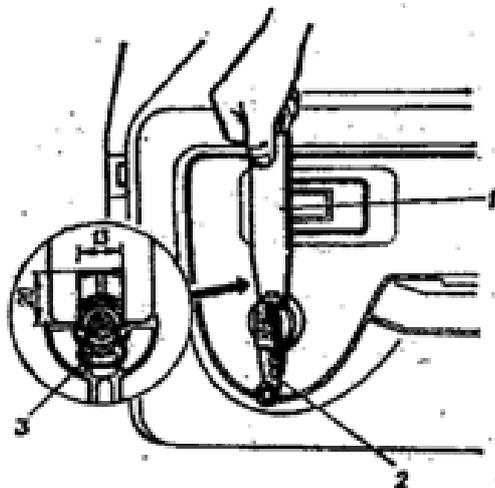

Рис. 286. Снятие ручки привода стеклоподъемника: 1 - приспособление; 2 - ручка; 3 - пружина стопорная.
1. Снять подлокотник, отвернув два винта, затем отжать ручку стеклоподъемника от обивки и при помощи приспособления, как показано на рис. 286, вынуть стопорную пружину крепления ручки, снять ручку;